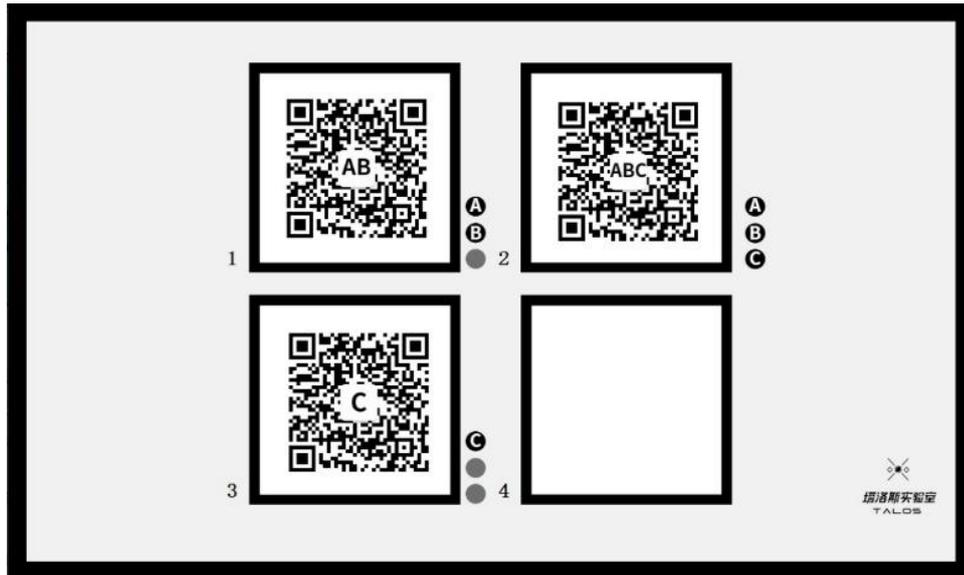

图 2：识别板一的内容示意
(3) 化验区 1、2、3、4 四个窗口与样品的对应关系为：
①血常规窗口->静脉血样本②体液窗口->唾液样本③免疫检测窗口->组织样本④激素检验窗口->血浆样本。
(4) “识别板一”的内容为含有二维码的 4 个方框，方框代表化验区的四个窗口，二维码内容为体检区窗口产生样本的信息，包含三种情况：①(A 或 B 或 C) 窗口含有样本；②(A+B 或 A+C 或 B+C) 窗口含有样本；③A+B+C 窗口均含有样本。二维码每 2min 更新三个，如图 2 所示。如方框 1 中所出现二维码，代表体检区 A 和 B 出现静脉血样本，机器人需要完成的过程为：从 A、B 窗口取到样本后配送到化验区方框 1 对应的血常规窗口；方框 2 中所出现的二维码，代表体检区 A 和 B 和 C 出现唾液样本，机器人需要完成的过程为：从 A、B、C 窗口取到样本后配送到化验区方框 2 对应的体液窗口，依此类推：